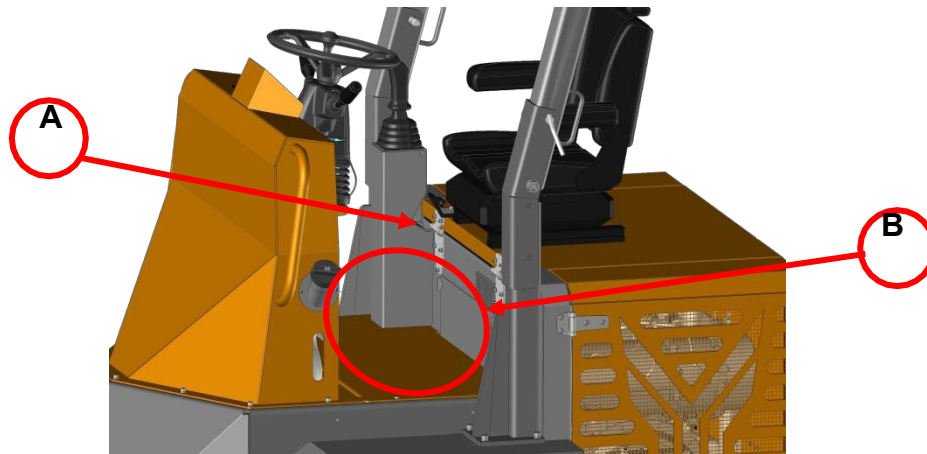

Figure 31. Plateforme d'accès au filtre à huile
c. Marchepied – Accès au filtre à huile : pour ouvrir cette plate-forme, utilisez la clé Allen n° 5 et retirez d'abord le boîtier du joystick (figure 31 - A), puis retirez la plate-forme B à l'aide de la même clé Allen.